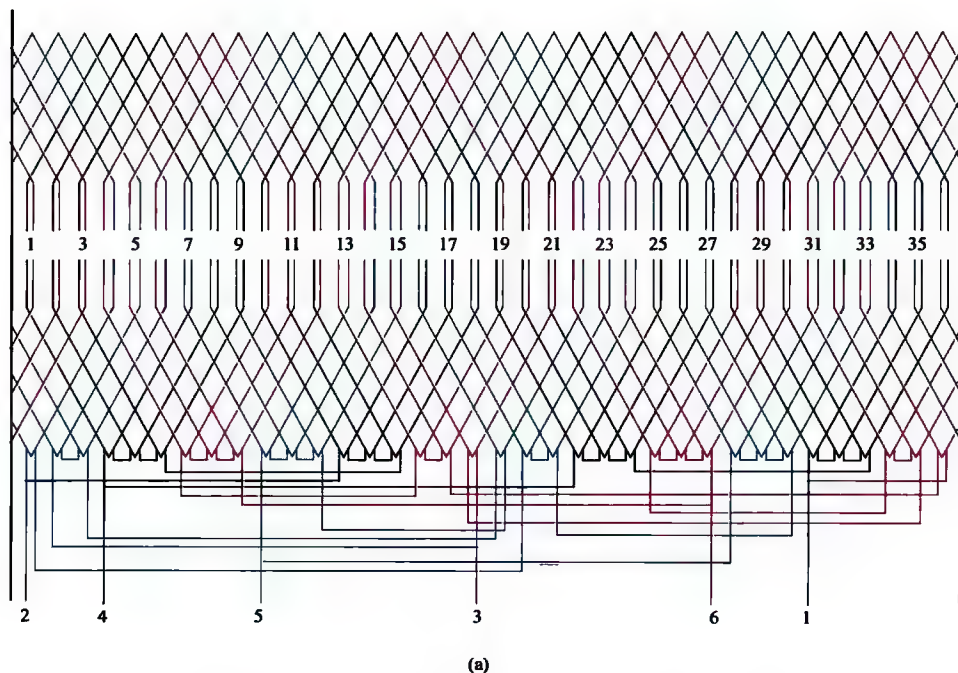

图 2-19 36 槽 6/4 极、 $\Delta/2Y$ 接法绕组 (一)
19. 36 槽 6/4 极、 $\Delta/2Y$ 接法绕组展开图、接线圆图与接线简图 (1) (见图 2-19)